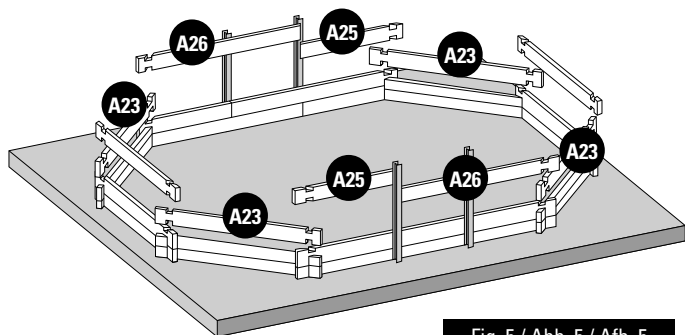

Fig. 5 / Abb. 5 / Afb. 5
- EN 3rd LAYER OF BOARDS:** Install the third layer of boards as shown in figure 5. The position of the refilling fitting with the key and the skimmer should be defined at the start of the assembly (read the specific paragraphs).
- FR 3^{ÈME} RANGÉE MADRIERS :** Positionnez les madriers de la 6^{ème} rangée conformément à la figure 5. Vous devez avoir déterminé l'emplacement de la buse de refoulement et du skimmer dès le début du montage (voir paragraphes spécifiques).
- DE 3. BRETTERREIHE:** Platzieren Sie die Bretter der dritten Reihe laut Abb. 5. Zu Beginn der Montage müssen Sie die Lage des Druckventils und des Skimmers festlegen (lesen Sie hierzu die entsprechenden Abschnitte).
- NL 3ª RIJ PLANKEN:** Plaats de planken van de derde rij zoals te zien is op afbeelding 5. U moet al bij aanvang van de montage bepalen op welke plaats het uitstroommondstuk en de skimmer moet komen (less de betreffende paragrafen).